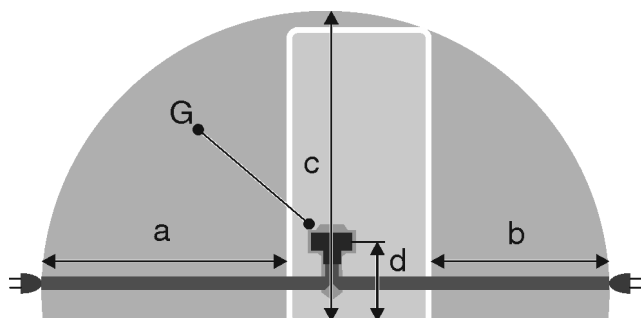

Fig. 55 Kühl-/Gefrierkombinationen / Gefriergeräte / Vollraum-BioFresh-Geräte*
- Steckdose liegt nicht hinter dem Gerät, sondern in den Bereichen a oder b Fig. 55 (a, b, c).
- ▶ Gerätestecker Fig. 55 (G) auf der Rückseite des Gerätes einstecken. Auf richtiges Einrasten achten.